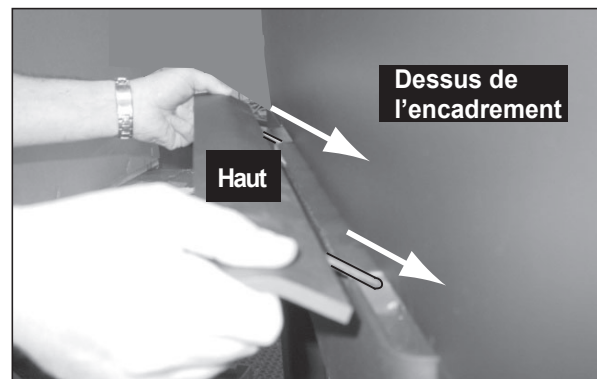

Figure 22.4
1. Mettre le couvercle en place en alignant les tiges dans les fentes. **Figure 22.4.**